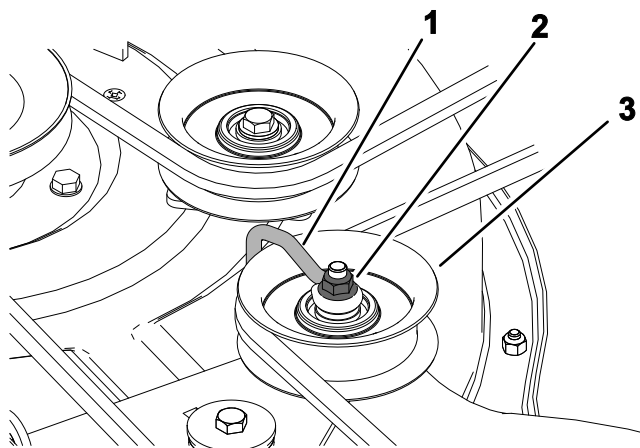

Figura 55
2. Tornillos (3)
6. Afloje la tuerca que fija el soporte de alambre a la polea tensora (Figura 55).
Nota: Coloque el soporte de alambre contra el brazo tensor, tal y como se muestra en la Figura 55.